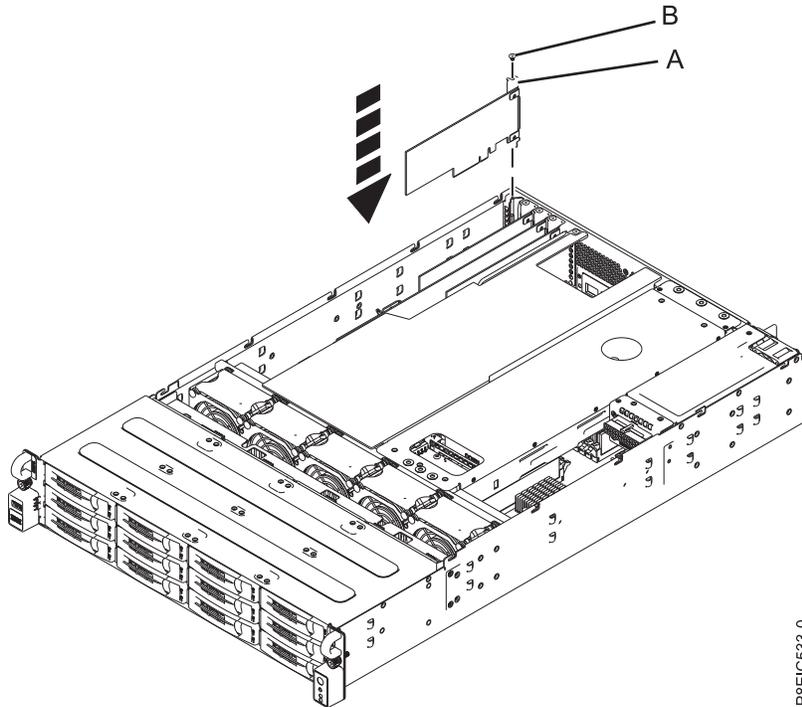

Abbildung 53. PCIe-Adapter installieren (A) und Schraube (B)
5. Setzen Sie die Sicherungsschraube (**B**) ein und ziehen Sie sie fest, um den PCIe-Adapter am System zu befestigen (siehe Abb. 53 auf Seite 47).